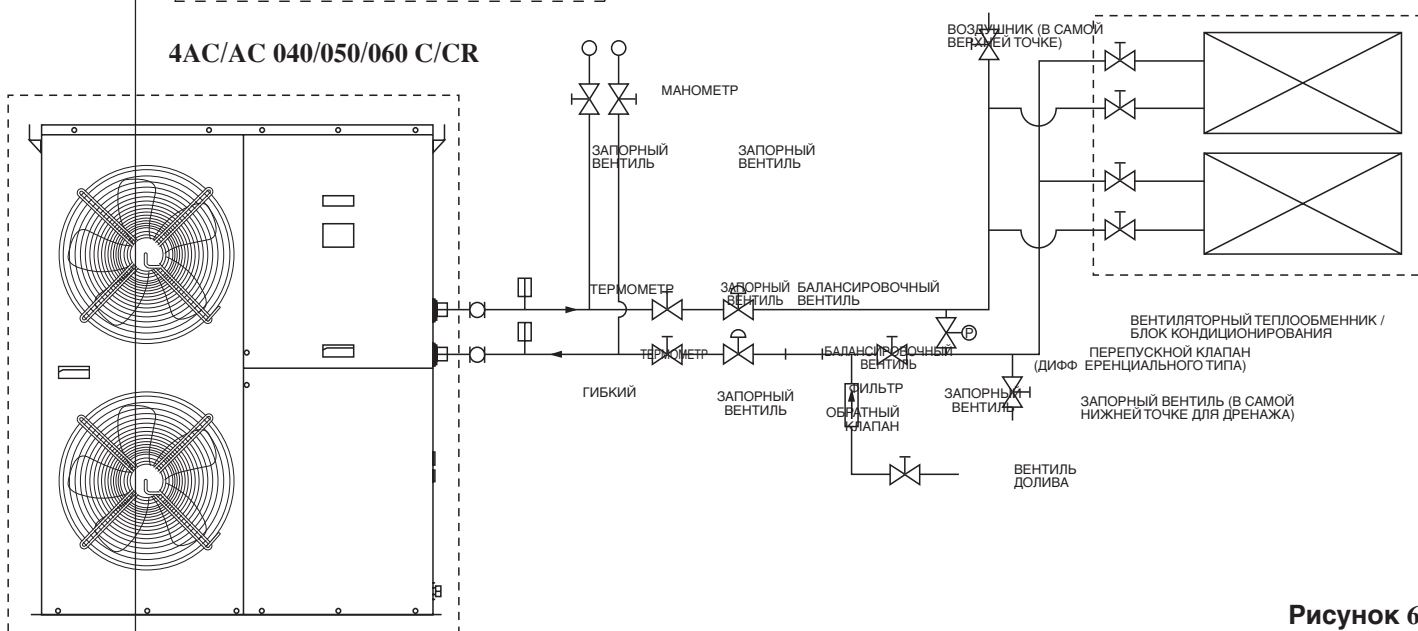

Рисунок 6
- Рекомендуется монтировать трубы и принадлежности, как показано на Рис. 6.